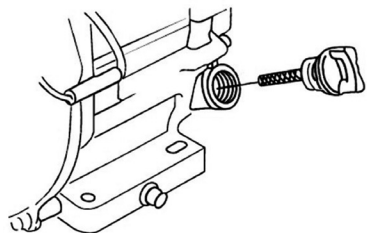

Рис. 8 Крышка-щуп маслозаливной горловины
2. Выкрутите крышку-щуп маслозаливной горловины и извлеките щуп (Рис. 8).